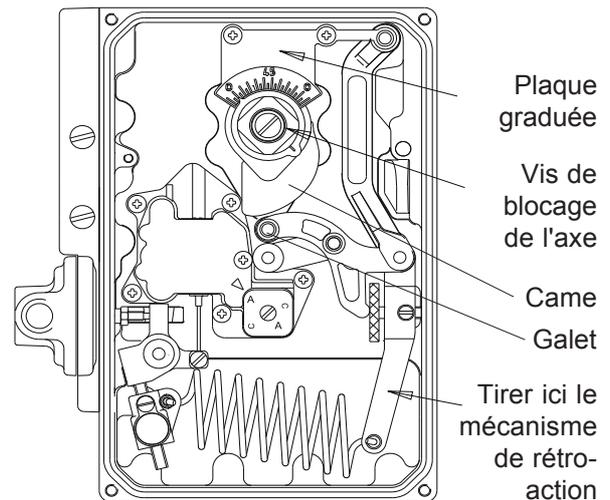

FIGURE 2 : Positionneur ouvert indiquant les pièces à retirer pour le montage.
2.1.2 Oter le couvercle du positionneur. Dévisser les deux vis M4 qui maintiennent la plaque rouge graduée et retirer l'axe du positionneur (voir figure 2).
2.1.4 D'une main tirer le mécanisme de rétroaction et de l'autre placer l'axe du positionneur sur la sortie d'axe carrée de l'actionneur (voir figure 2). Note : la figure 2 représente un positionneur anti-horaire. Dans le cas d'un positionneur horaire, la came est inversée. Pour changer le sens de rotation, voir §4.1 page 6. Si la palette de l'actionneur a bien été placée à mi-course, le galet arrive environ à mi-course de la came. S'assurer que l'axe du positionneur est poussé à fond sur le carré de l'actionneur puis serrer la vis de blocage de l'axe ce qui aura pour effet de centrer le galet sur l'épaisseur de la came. Remettre en place la plaque graduée.